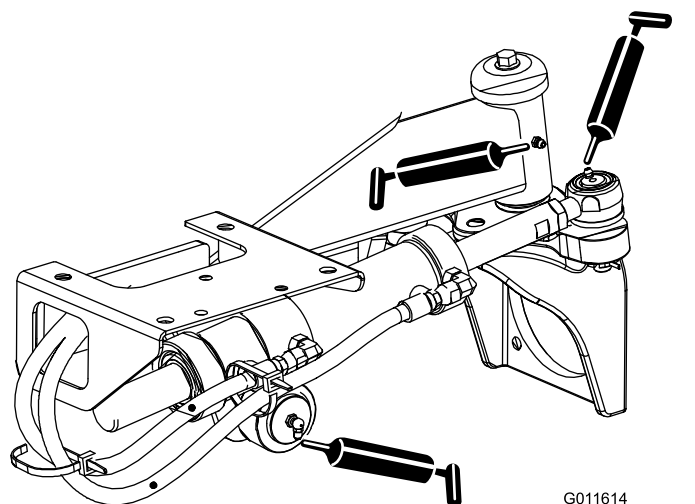

図 64
- ステアリングシリンダのボールジョイント2ヶ所と後アクスル1ヶ所 — 図 64